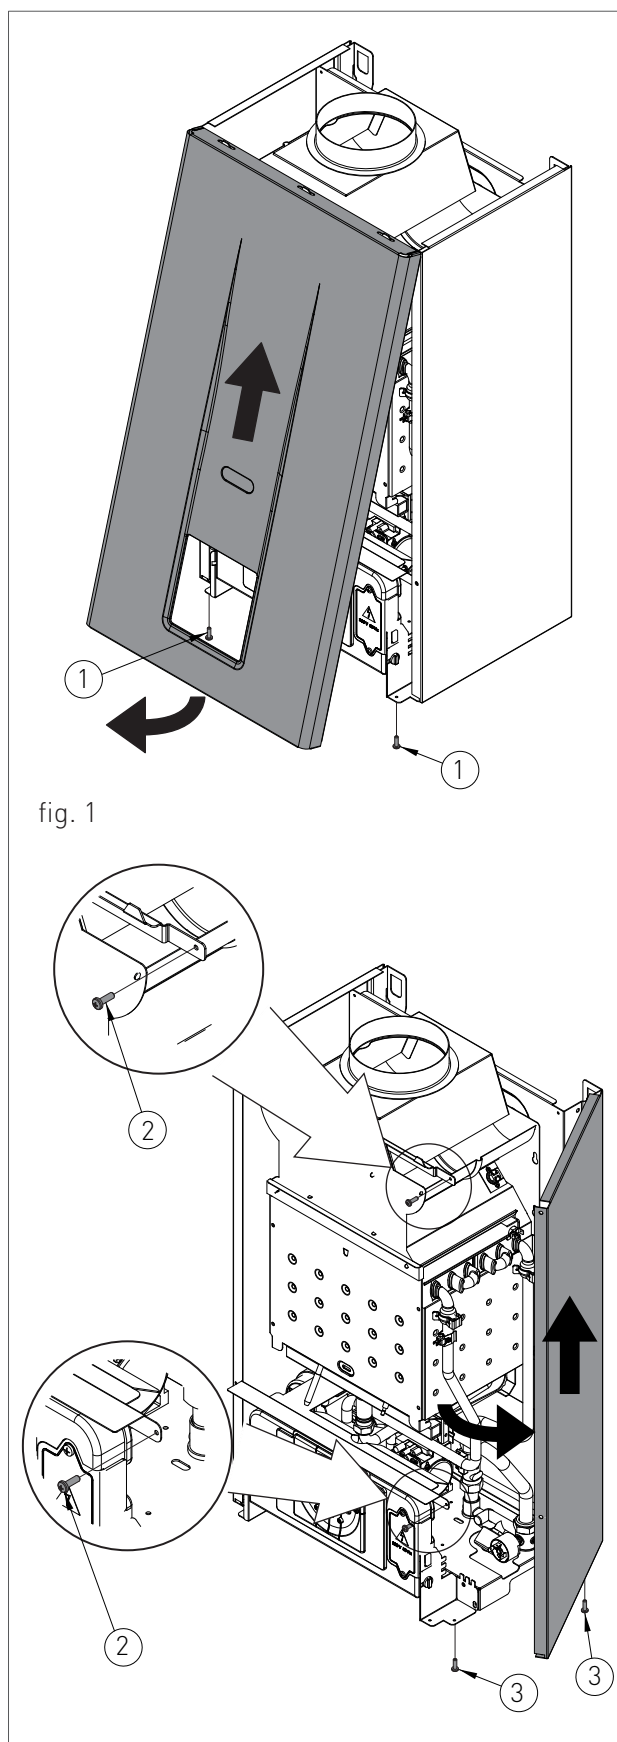

fig. 1
- › rimuovere le viti (1 - fig.1) di fissaggio poste nel bordo inferiore del pannello frontale;
- › afferrare il pannello frontale nella parte inferiore e, tirandolo verso se, estrarlo con movimento verso l'alto (vedi fig. 1).
- › rimuovere le viti (2 - fig.1) di fissaggio poste nel bordo frontale del pannello laterale;
- › rimuovere le viti (3 - fig.1) di fissaggio poste nel bordo inferiore del pannello laterale;
- › afferrare la base del pannello e, dopo averlo spostato lateralmente, estrarlo alzandolo (vedi fig. 1).
- > Afferrare contemporaneamente le staffe di supporto del pannello comandi (fig. 1) allargandole, e rovesciare il pannello ruotandolo verso il basso;
- > svitare le quattro viti di fissaggio 1 - fig. 1;
- › collegare un tubo flessibile al rubinetto di scarico dell'impianto 'RS' (fig. 1) e collocare l'altra estremità del tubo flessibile ad un adeguato scarico;
- › ruotare il rubinetto di scarico dell'impianto 'RS' (fig. 1);
- › quando tutta l'acqua è defluita, chiudere le valvole di sfiato dei radiatori ed il rubinetto di scarico dell'impianto 'RS' (fig. 1).
- › premere il pulsante posto tra i due contatti elettrici del dispositivo termostato fumi (vedi fig.1);
Per eseguire la trasformazione procedere nel seguente modo (vedi fig. 1):